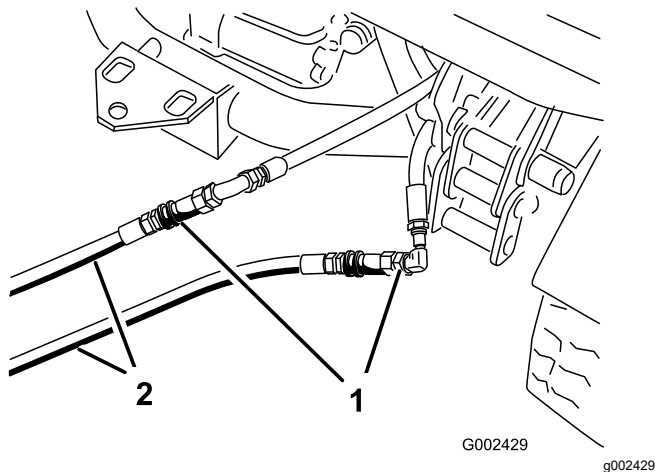

Figura 75
3. Sulla macchina in panne collegate i due tubi d'intervento ai tubi scollegati in precedenza (Figura 75).